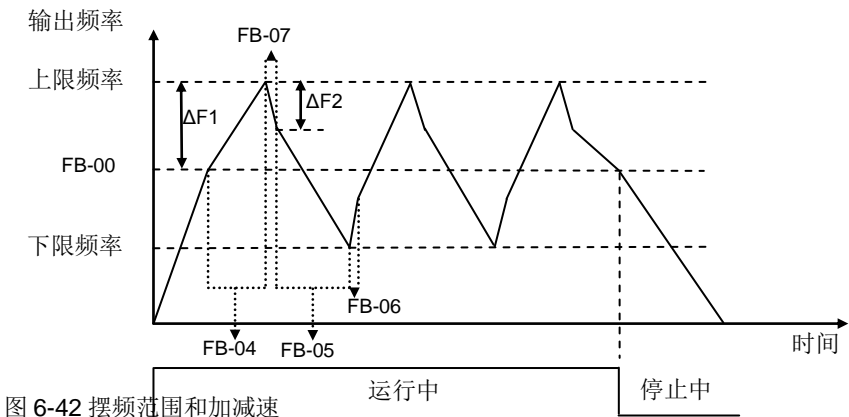

图 6-42 摆频范围和加减速
- 此组功能参数用于设定摆动运行频率的摆动范围和加减速时间。如图 6-42 所示。